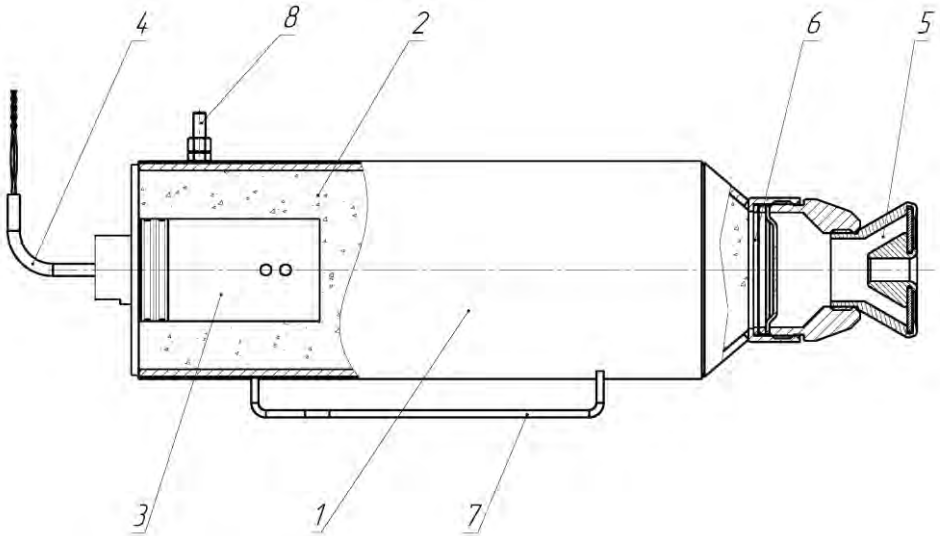

Рисунок 4 – Устройство модуля
4.1 МПП (рис. 4) представляет собой герметичную конструкцию, состоящую из корпуса 1, заполненного огнетушащим порошок 2, газогенерирующего устройства (ГГУ) 3 с электроактиватором 4, насадка-распылителя 5, мембраны 6, кронштейна 7, универсального кронштейна 9 и узла заземления 8.